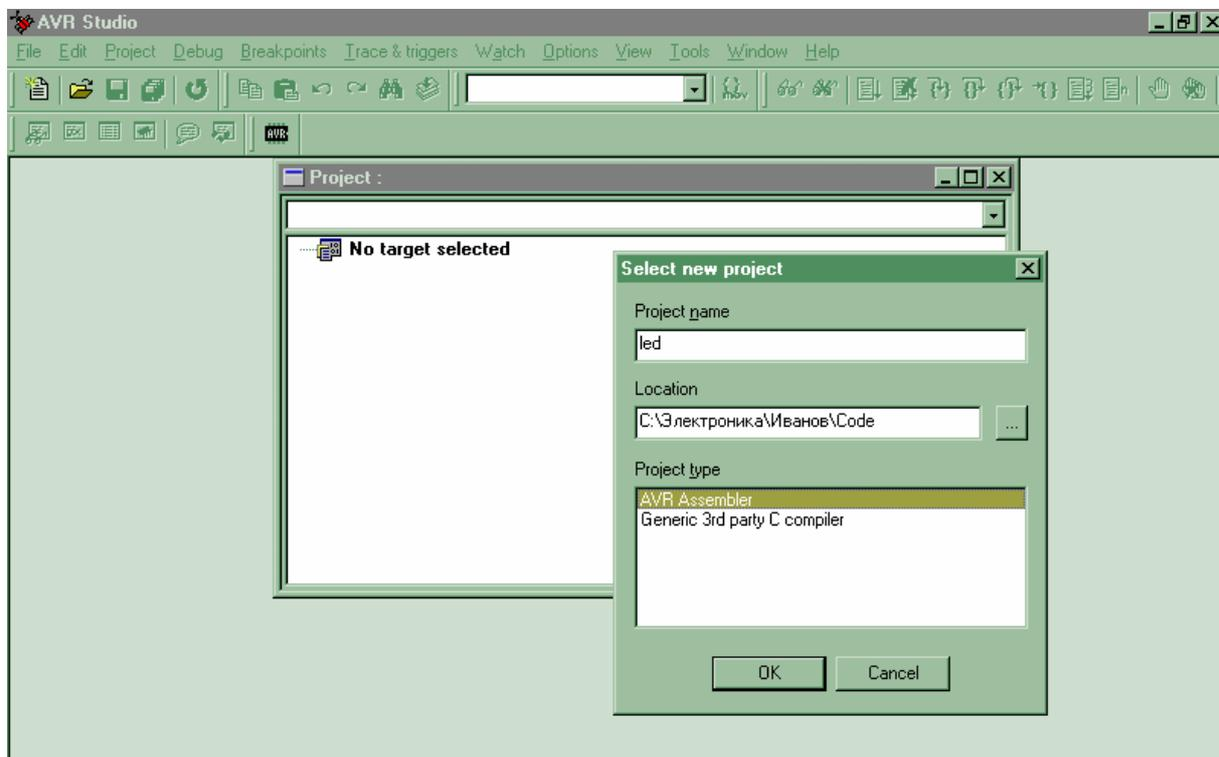

Рис. 4. Окно программы AVR Studio в начале работы над проектом.
**Шаг 1 – Запуск программы AVR Studio.** Запустите на выполнение программу AVR Studio. После запуска на экране появится окно, подобное изображенному на рис. 4.
Чтобы создать новый проект, выберите пункт "**New**" функции "**Project**" в соответствующем разделе главного меню. На экран будет выведено диалоговое окно, показанное на рис. 4.